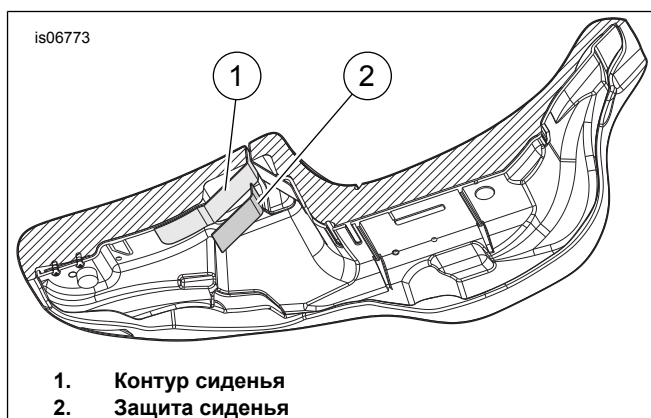

Рисунок 12. Нижняя поверхность сиденья
13. См. Рисунок 12. Обратите внимание на форму поверхности, которую будет покрывать защита сиденья (2), и аккуратно придайте защите нужную форму, чтобы она лучше соответствовала контурам сиденья (1).